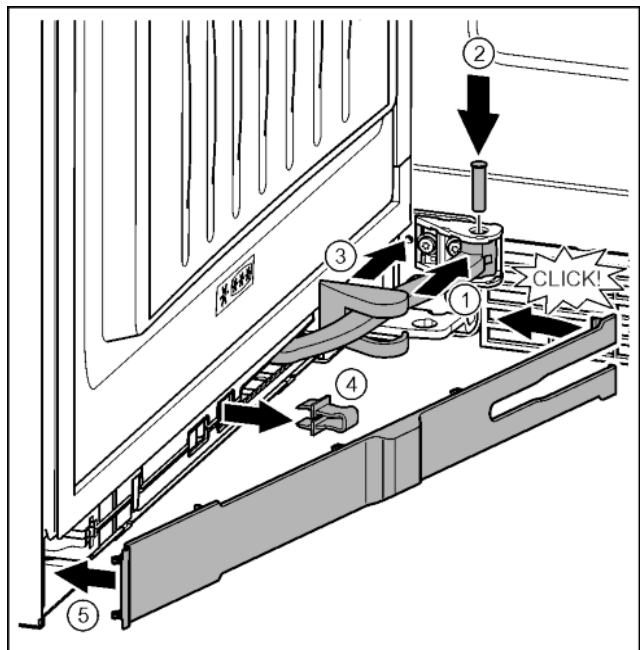

Fig. 41
- ▶ Повернуть шарнир в навеску. Fig. 41 (1)
- ▶ С помощью отвертки T15 вставить палец в навеску и шарнир. При этом следить за тем, чтобы выступ фиксатора занимал правильное положение в пазу. Fig. 41 (2)
- ▶ Переместить крышку опорного кронштейна вдоль шарнира и установить над навеской. Fig. 41 (3)
- ▶ Снять предохранитель. Fig. 41 (4)
- ▶ Установить накладку со стороны ручки и повернуть. Fig. 41 (5)